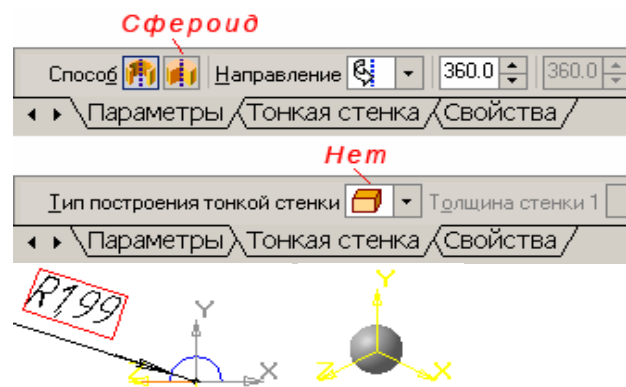

Рисунок 4.12 – Створення кульки
14. Повторіть аналогічні дії і створіть модель кульки (при встановленні базової точки, виберіть центр дуги). На панелі властивостей операції обертання виберіть параметр **Сфероїд**, не створюйте тонкої стінки, збережете як окремий файл деталі (рис. 4.12).